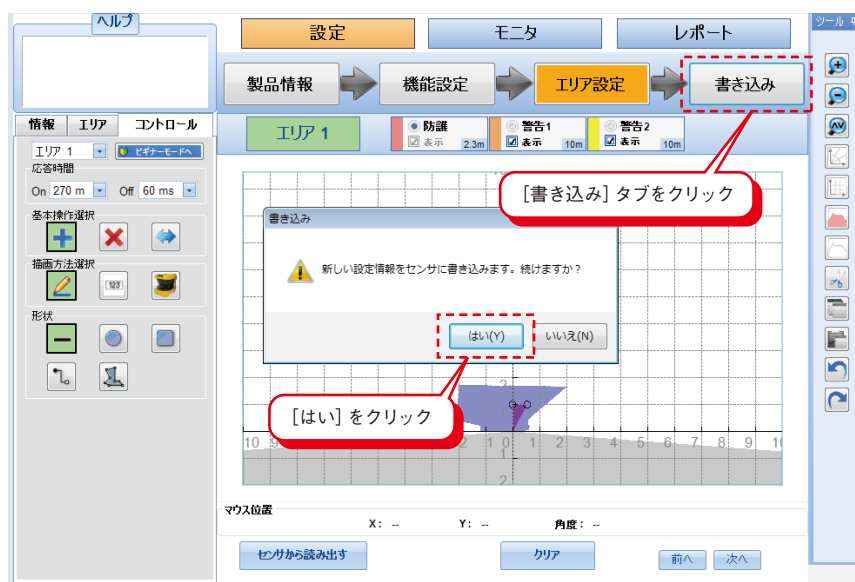

図7-50. SE1Lに設定を書き込む
- 図7-50に示すように、[書き込み]タブをクリックしてください。
- 図7-50に示すように、確認のためのウィンドウが表示されます。